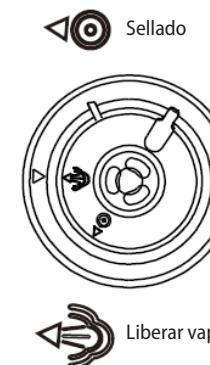

Fig. 2
- Prepare la tapa a presión (2), Fig. 2.
- Tire del saliente metálico situado en la parte inferior de la tapa para retirar la cubierta protectora en la que se encuentra la junta (4). La junta (4) se puede retirar y limpiar. Asegúrese de que la junta (4) no esté dañada o rota. En caso de daños, debe reemplazarse. Asegúrese de que la válvula de flotador (3) esté limpia y pueda moverse libremente.
- Sujete la tapa de presión (2), gire la manilla en el sentido horario y levante la tapa verticalmente.
- Retire el recipiente interno (8). El volumen total de los alimentos y del agua no debe superar los 2/3 del volumen del recipiente interior.
- Asegúrese de que la superficie interior del cuerpo del artefacto (9) esté seca y coloque el recipiente interior (8).
- Coloque la tapa de presión (2), gire en sentido antihorario hasta oír un clic que indica que la tapa está en el lugar correcto.
- Tenga en cuenta que la válvula de presión (1) debe poder moverse libremente para que la olla funcione correctamente.